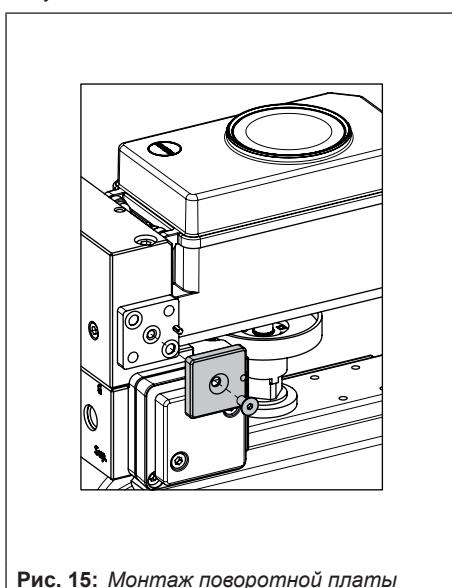

Рис. 15: Монтаж поворотной платы
9. Установите поворотную плату с надписью «Doppel» для приводов двойного действия или с надписью «PST» для приводов одностороннего действия с проверкой частичного хода (см. Рис. 15).